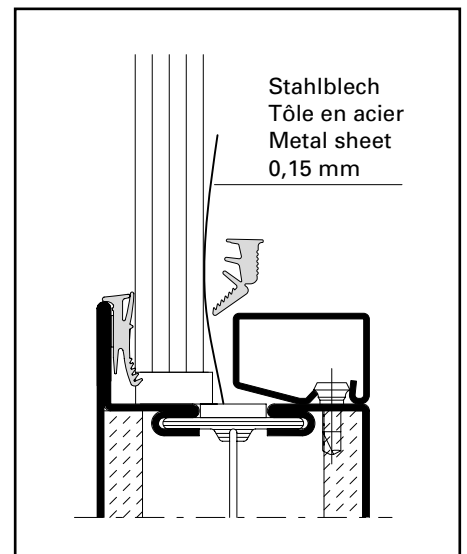

Abb. 21 / Fig. 21 / Fig. 21
- Dünne Stahlbleche (z.B. 0,15 mm) erleichtern das Eindrücken der Dichtungen im Bereich der Glasklötze (Abb. 21).
- Une fine tôle d'acier (par ex. 0.15 mm) facilite la rentrée du joint dans la zone de la cale (fig. 21).
- Thin pieces of metal sheet (e.g. 0.15 mm) will assist in pressing in the weatherstrip in the vicinity of the glazing pads (Fig. 21).